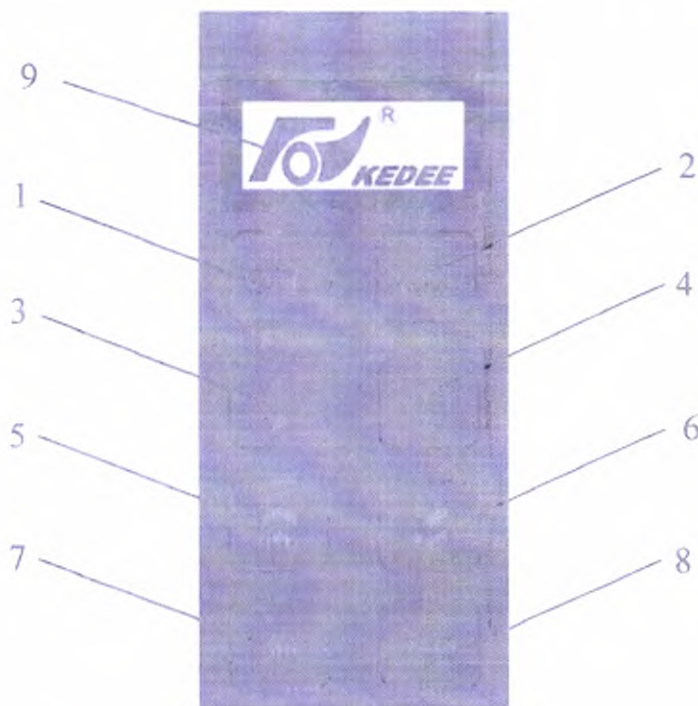

Рисунок 5. Панель управления микротомы
На панели управления Микротомы (Рисунок 5) находятся следующие элементы управления:
| Рисунок 5, (1) | «С/Т» - кнопка среза/тримминга: нажатие этой кнопки позволяет выбрать режим работы.                                          |
| Рисунок 5, (2) | «А/М» - Кнопка выбора автоматического/ручного режима: нажатие этой кнопки позволяет выбрать автоматический или ручной режим. |
| Рисунок 5, (3) | «↓» - Кнопка уменьшения значений: нажатие этой кнопки позволяет уменьшить величину толщины среза или тримминга.              |
| Рисунок 5, (4) | «↑» - Кнопка увеличения значений: нажатие этой кнопки позволяет увеличить величину толщины среза или тримминга.                                                                                                                                                                                                                                                |
| Рисунок 5, (5) | «⇐» - Кнопка быстрого обратного перемещения: при нажатии этой кнопки образец быстро перемещается в обратном направлении, на дисплее отображается состояние обратного перемещения. После остановки перемещения образца звучит сигнал.                                                                                                                           |
| Рисунок 5, (6) | «⇒» - Кнопка быстрого перемещения вперед: при нажатии этой кнопки образец быстро перемещается вперед, на дисплее отображается состояние перемещения вперед, можно начинать процесс тримминга посредством направленной подачи. Нажатие кнопки позволяет увеличить скорость, после завершения перемещения образца звучит сигнал, останавливается подача образца. |
| Рисунок 5, (7) | «°» - Кнопка одиночного среза: нажатие этой кнопки позволяет выбрать режим одиночного среза.                                                                                                                                                                                                                                                                   |
| Рисунок 5, (8) | «°°°°» - Кнопка непрерывного среза: нажатие этой кнопки позволяет выбрать режим непрерывного среза.                                                                                                                                                                                                                                                            |
| Рисунок 5, (9) | Светодиодный дисплей панели управления: вывод информации.                                                                                                                                                                                                                                                                                                      |
На Рисунке 7 показан стартовый экран (экран загрузки), отображаемый на Светодиодном дисплее панели управления (Рисунок 5, (9)) после включения прибора. Так же дисплей выглядит и в режиме ожидания. Если прибор не работает в течение 5 минут, он переходит в режим ожидания.
на дисплее отображается состояние тримминга, кнопками «↓» (Рисунок 5, (3)) и «↑» (Рисунок 5, (4)) установите необходимую толщину, чтобы начать выполнять подрезку.
- Нажимайте кнопки быстрого перемещения вперед/назад ( $\approx/\approx$ ) Рисунок 5, (5) и Рисунок 5, (6), чтобы ускорить подачу образца для тримминга, на дисплее отобразится состояние быстрого перемещения вперед.
- Нажмите кнопку C/T (Рисунок 5, (1)):
- С помощью кнопок «↓» (Рисунок 5, (3)) и «↑» (Рисунок 5, (4)) установите необходимую толщину среза.
- Нажмите кнопку C/T (Рисунок 5, (1))
- Нажмите кнопку A/M (Рисунок 5, (2)), чтобы выбрать автоматический режим среза, нажмите кнопки «↓» (Рисунок 5, (3)) или «↑» (Рисунок 5, (4)), чтобы установить величину толщины среза. На дисплее отобразится информация:
- При нажатии кнопки «●» (Рисунок 5, (7)) прибор выполняет одиночный срез.
- Для выполнения нескольких срезов в автоматическом режиме нажмите кнопку «○○○○» Рисунок 5, (8). Ручной маховичок прибора будет поворачиваться самостоятельно.
- Повторное нажатие кнопки «○○○○» Рисунок 5, (8) останавливает операцию среза.
Если прибор не работает в течение 5 минут, он переходит в режим ожидания (Рисунок 6). Нажмите кнопку C/T (Рисунок 5, (1)), чтобы активировать прибор, после чего он готов к работе.